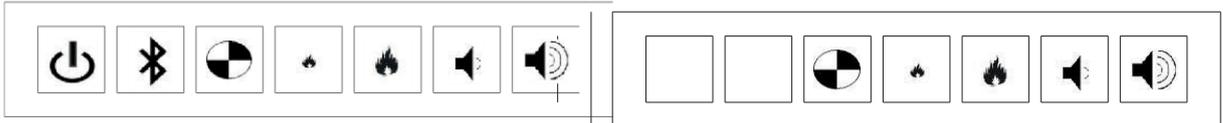

Fig.6
Alerta – Sitúe siempre el interruptor "A" en la posición "OFF" (0) (Fig.6) y desenchufe el aparato antes de limpiarlo.
1. Sitúe el Interruptor "A" en la posición "OFF" (0) (Fig.6)